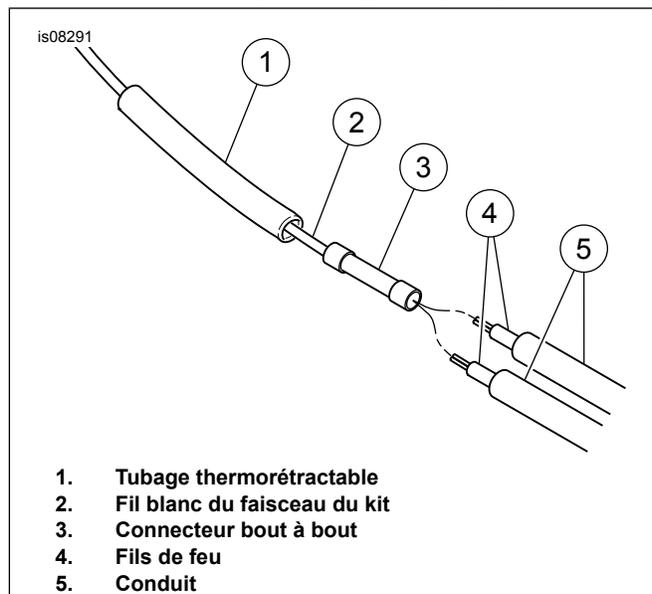

Figure 9. Connecter les fils de feu au faisceau du kit
20. Voir Figure 9 et le manuel d'entretien. Glisser le tubage thermorétractable (1) sur le fil blanc (2) du faisceau du kit et serrer le connecteur électrique (3) sur le fil avec un sertisseur (H-D 38125-8).
21. Acheminer les deux fils de feu (4) vers le connecteur. Dénuder les fils sur une longueur d'environ 25 mm (1 po) pour qu'ils dépassent du connecteur à bout à bout. Dénuder le conduit (5) d'environ 38 mm (1 1/2 po) de l'extrémité du fil.
23. Introduire les extrémités des deux fils de feu (4) dans le connecteur électrique (3) et serrer les fils sur le connecteur avec le sertisseur.